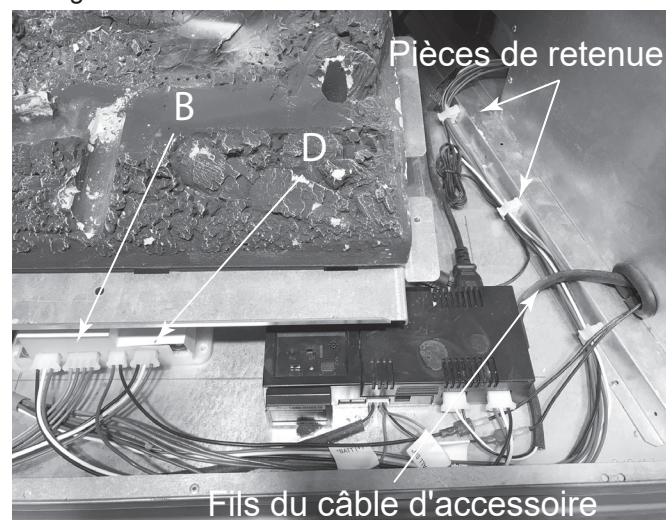

Figure 8.3 Connecteurs
- À l'intérieur de l'appareil, acheminez les câbles accessoires à travers les pièces de retenue comme indiqué. Voir la figure 8.3.
- Branchez les connecteurs à 3 broches et à 4 broches dans les connecteurs B et D correspondants sur le module de commande de l'évent mécanisé. Voir la figure 8.3.